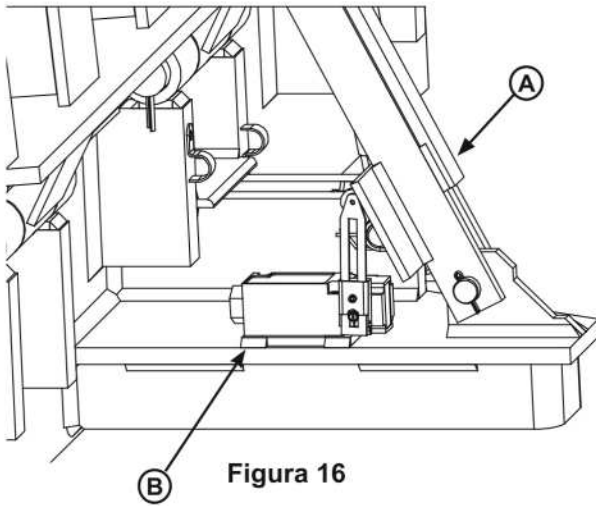

Figura 16
2. Bloquee el apoyo de almacenamiento (A) con el pasador y el sujetador del apoyo, luego bloquee y etiquete el nivelador.
3. Retire los tornillos que afirman el interruptor limitador almacenado (B) en su lugar. Aleje el interruptor limitador almacenado del apoyo de almacenamiento. Consulte la **Figura 16**.